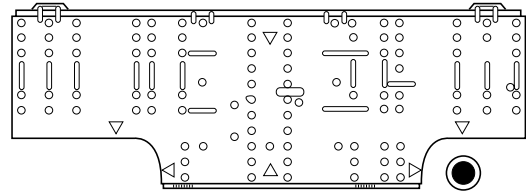

Fig. 3-50
1. Fije el panel posterior a la pared con los 10 tornillos suministrados. (Fig. 3-50)